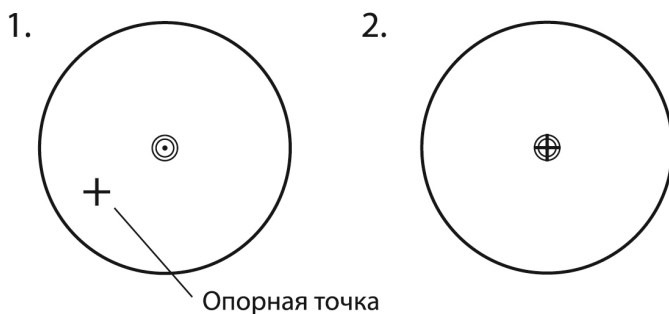

Рис. 5-4
- 2) Осуществите точную горизонтировку прибора, как описано в п. 5.3 и повторяйте операцию (1) п. 5.4.2 до тех пор, пока прибор не окажется точно горизонтированным, а центр визирных нитей оптического центрира не совпадёт в точности с опорной точкой (как показано на Рис. 5-4).
- 2) Осуществите точную горизонтировку прибора, как описано в п. 5.3 и повторяйте операцию (1) п. 5.4.3 до тех пор, пока прибор не окажется точно горизонтированным, а лазерная точка не совпадёт в точности с опорной точкой (как показано на Рис. 5-4).